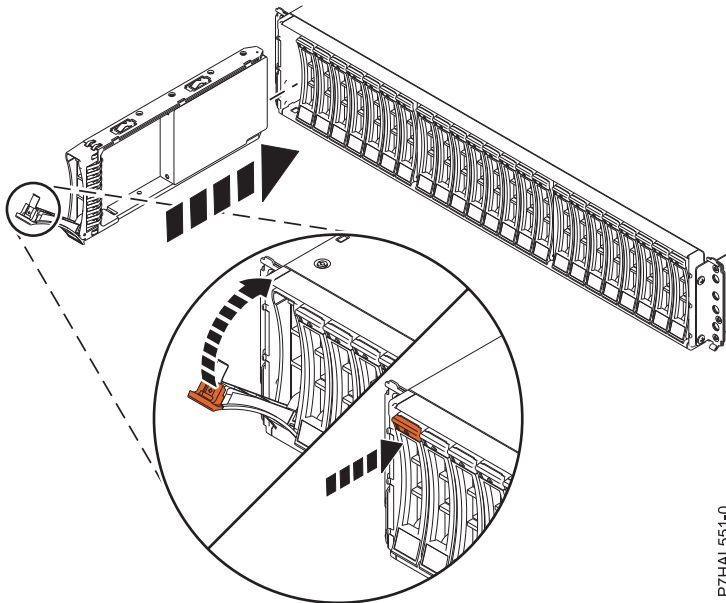

図 25. ディスク・ドライブの 5887 ディスク・ドライブ・エンクロージャへの取り付けまたは取り替え
2. 示されているとおりに、ハンドルをアンロック位置にし、図 25、ドライブの底部を支えて、エンクロージャのガイド・レールに位置合わせします。
4. 示されている方向にベイ・ハンドル (A)を回転させて、ドライブをロックします。図 25